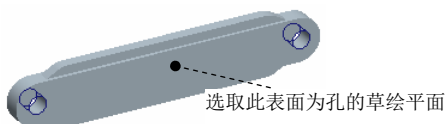
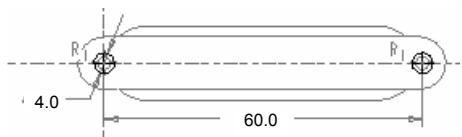

图 5.28.6 实体切削拉伸特征 3
图 5.28.7 截面草图
(3) 在操控板中选择深度类型  (即对称拉伸)，输入深度值 2.5。
(4) 在操控板中单击按钮，预览所创建的特征；单击“完成”按钮.
Step4. 创建图 5.28.6 所示的拉伸特征 3。单击“拉伸”命令按钮。确认“实体”按钮被按下，并按下操控板中的“移除材料”按钮。选取图 5.28.6 所示的零件表面作为草绘平面，接受系统默认的参考平面和方向。绘制图 5.28.7 所示的截面草图；深度类型为（即“穿透”）。